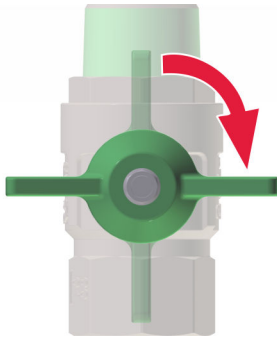

Abb. 25: Hauptabsperrentil schließen
1. ➤ Sicherstellen, dass alle Hauptabsperrentile (Abb. 25) und Befüll- und Entleerhähne geschlossen sind.